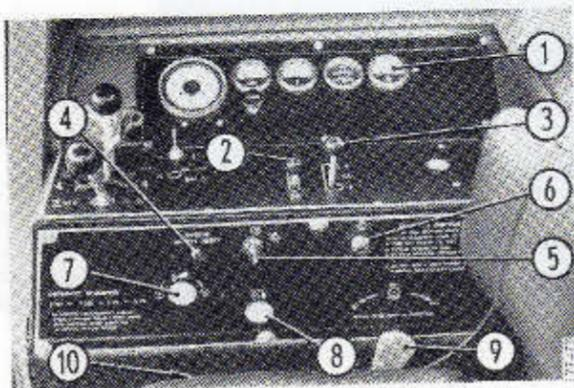

Fig. 17
### Thermomètre d'huile hydraulique Transmission hydrostatique (1 fig. 17) (MF 750 et MF 760)
### Manette d'arrêt (2 fig. 17)
### Manette d'accélération (3 fig. 17)
Ce contacteur n'est utilisé que pour remettre en route pour un temps limité un moteur surchauffé. Il n'est pas utilisé en conditions normales 4 (fig. 17), (MF 750 et MF 760).
### Contact (5 fig. 17)
### Bouton de démarreur (6 fig. 17)
### Bouton d'injection d'éther (8 fig. 17) (en accessoire)
### Commande de régime du batteur (9 fig. 17)
**Commande de l'entraînement du mécanisme de battage (10 fig. 17)**